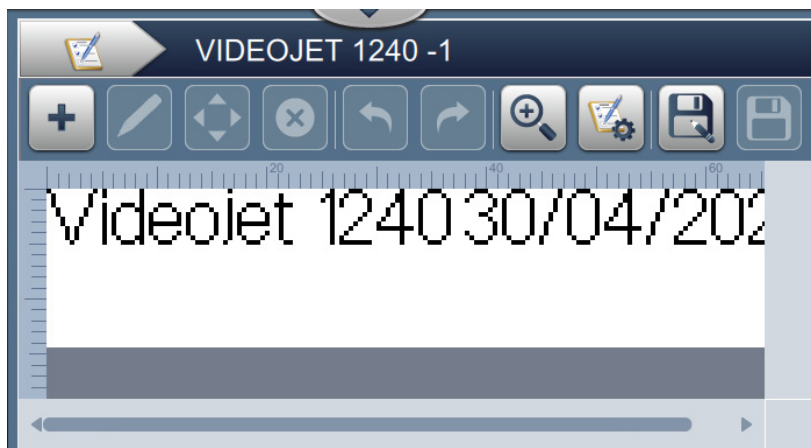

Figura 5-21: Campo de data
21. Toque no botão  para salvar as alterações realizadas. O campo de data é inserido no trabalho, como mostra a Figura 5-21.